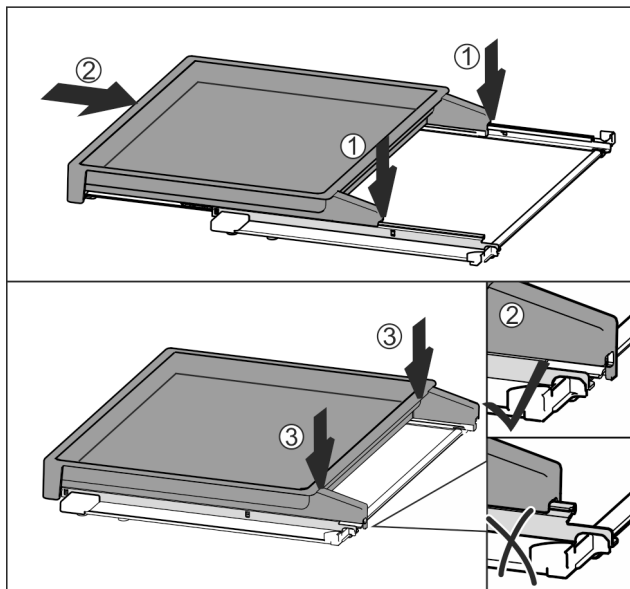

Fig. 113
- ▶ Sett det midt på skinnene Fig. 113 (1).
- ▶ Skyv uttreksbordet helt inn Fig. 113 (2).
- ▶ Trykk på bakre side inntil det hektes hørbart inn Fig. 113 (3).